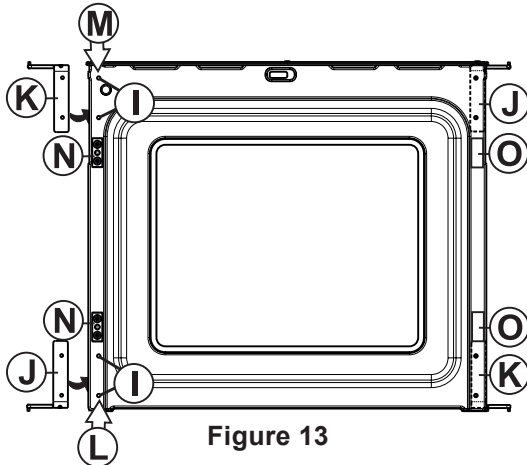

Figure 13
- 6.3.5. Enlevez les 4 bouchons (Voir **I**, Figure 13) situés du côté gauche de la partie interne de la porte. Conservez-les pour l'étape 6.3.11.
- 6.3.6. Enlevez les 2 bouchons (Voir **O**, Figure 13) situés du côté droit la partie interne de la porte. Conservez-les pour l'étape 6.3.8.
- 6.3.7. Enlevez les 2 tenons (Voir **N**, Figure 13) situés du côté gauche de la partie interne de la porte et installez-les de l'autre côté (Voir **O**, Figure 13).
- 6.3.8. Installez les 2 bouchons, enlevés à l'étape 6.3.6, de l'autre côté de la partie interne de la porte (Voir **N**, Figure 13).
- 6.3.9. Dévissez la charnière située en bas à droite de la partie interne de la porte et installez-la en haut à gauche (Voir **K**, Figure 13).
- 6.3.10. Dévissez la charnière située en haut à droite de la partie interne de la porte et installez-la en bas à gauche (Voir **J**, Figure 13).